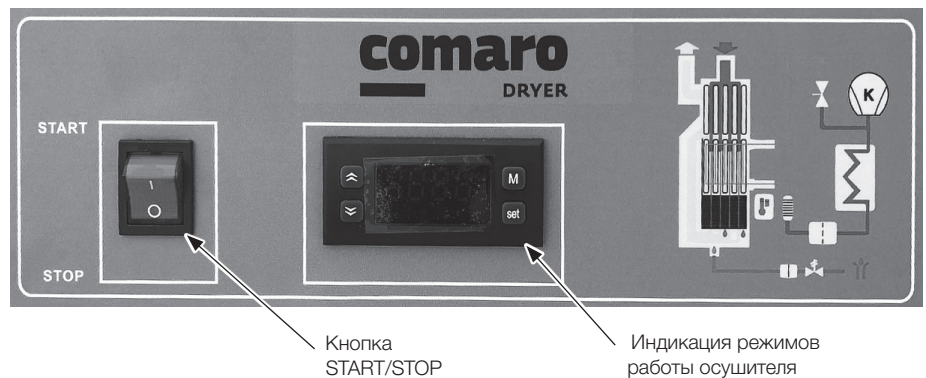

Рис. 3.1 Панель управления
- Панель управления включает в себя кнопку и дисплей, обозначенные надписями (см. рис. 3.1).